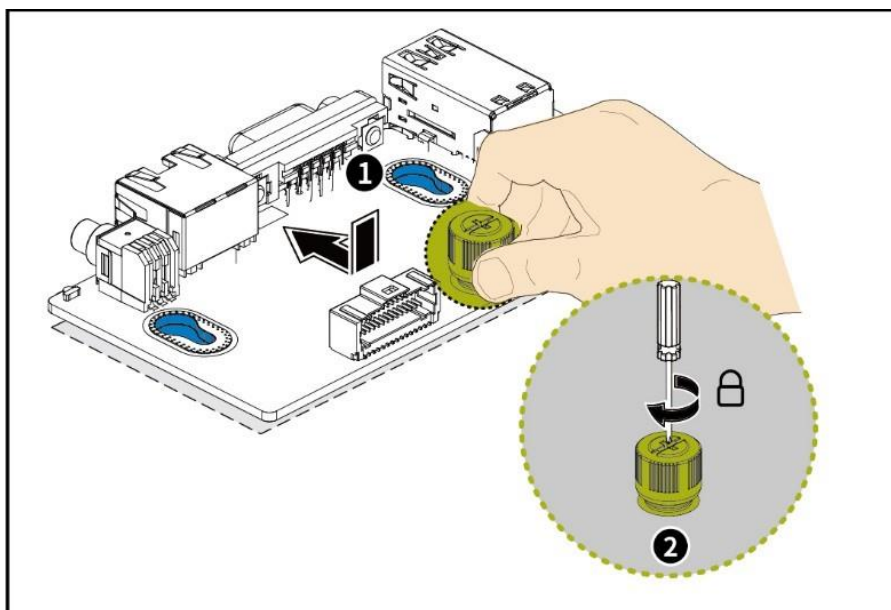

Рисунок 58 – Установка платы IOM
- Наклоните плату IOM в подходящее положение и нажимайте на нее до тех пор, пока штыревые фиксаторы не встанут на место (см. рисунок 58).